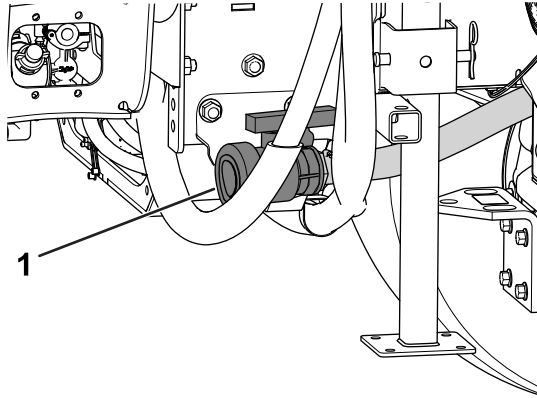

Figura 93
- Localice la válvula de vaciado del depósito, situada en el lado derecho de la máquina (Figura 93).